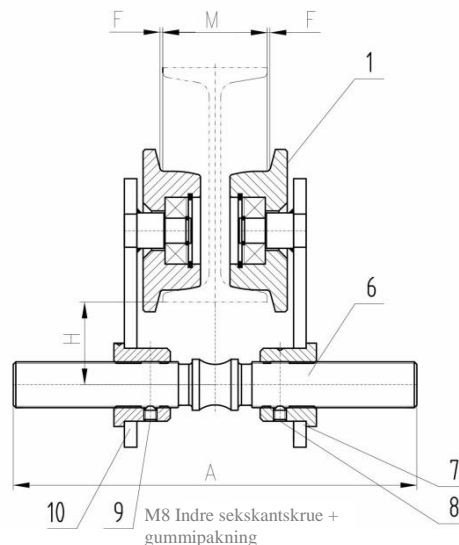

Fig 2: MANUELL LØPEKATT
2. Manuell løpekatt (se fig. 2) er konstruert av en venstreplate (10), høyreplate (7), hengtapp (6), hengehylse (8) osv.